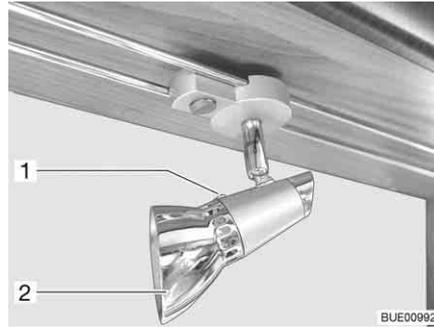

Fig. 223 Faretto alogeno (mobile)
- Svitare la vite di fissaggio (Fig. 223,1).
- Rimuovere il paralume (Fig. 223,2).